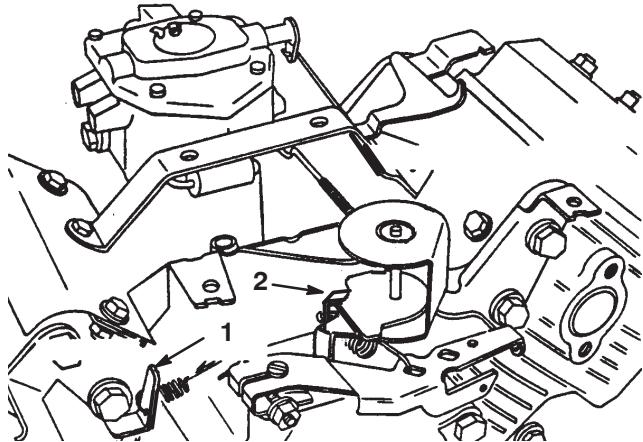

Figure 46
3. Courbez la languette d'ancrage du ressort de ralenti régulé (Fig. 46) pour obtenir un régime de ralenti de 1625 ± 50 tr/min. Vérifiez le régime avec un compte-tours.
5. Réglez la manette d'accélérateur en position haut régime. Courbez la languette d'ancrage du ressort de régime maximum (Fig. 46) pour obtenir un régime maximum de 2850 ± 50 tr/min.